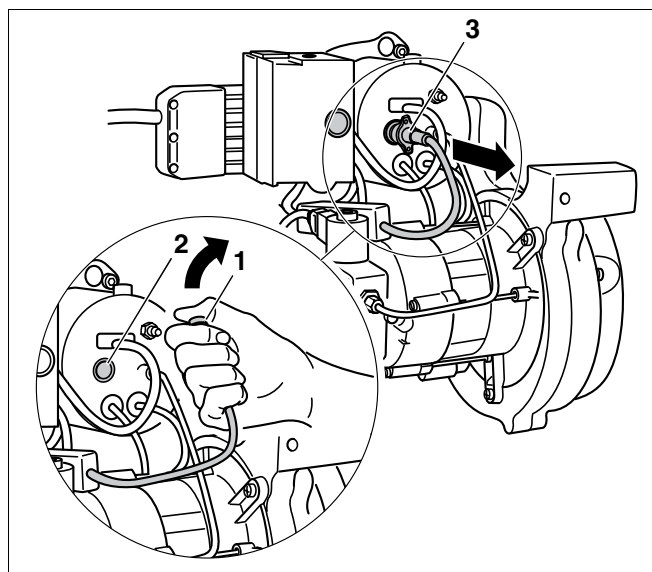

Fig. 38 Vérifier le fonctionnement du détecteur de flamme
- Retirer le détecteur de flamme de son support en le maintenant à la poignée prévue à cet effet, pendant le fonctionnement du brûleur (fig. 38, **pos. 3**).
- Recouvrir le détecteur de flamme (fig. 38, **pos. 1**). Une mise hors circuit par défaut doit suivre le redémarrage.
- Après un délai d'attente d'env. 30 secondes, débloquer le coffret de contrôle de combustion en appuyant sur le bouton de réarmement (fig. 38, **pos. 2**).